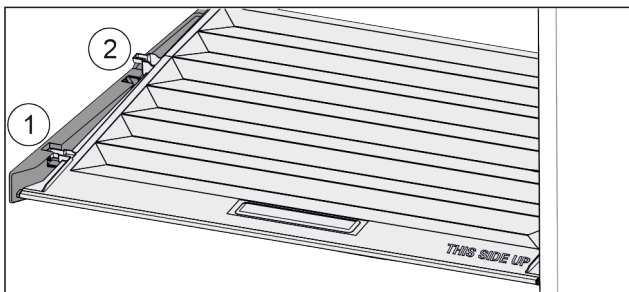

Fig. 124
- ▶ Poklopac do otvora u pridržnim dijelovima povucite prema naprijed Fig. 124 (1).
- ▶ Podignite ga odozdo sa stražnje strane i izvadite prema gore Fig. 124 (2).